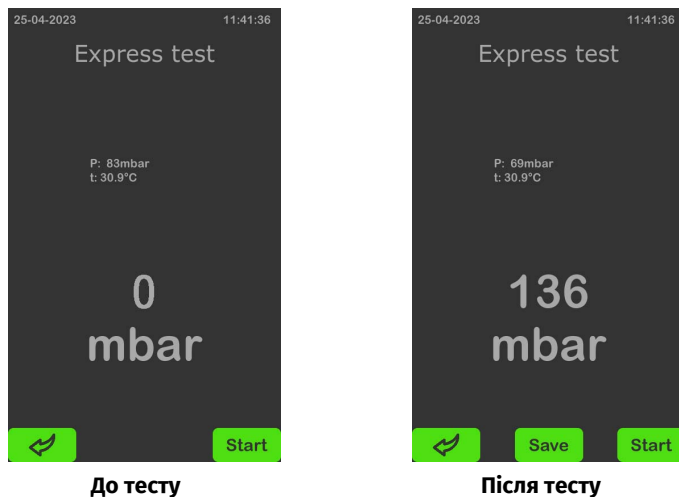
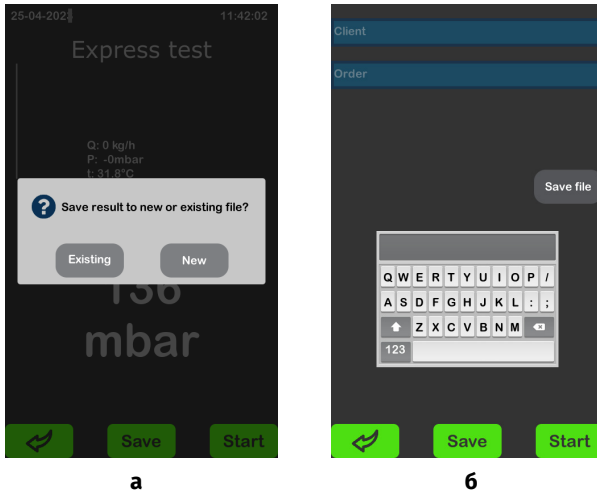

Рисунок 31
Рисунок 32
- У вікні, що відкрилося, натисніть кнопку **"Start"** рис. 31.
- Після завершення процесу діагностики на екрані буде відображено результат вимірювань, який необхідно зберегти. Для збереження результатів діагностики натисніть на кнопку **"Save"** (див. рис. 31). Вам буде запропоновано два варіанти збереження результату див. рис. 32а:
- "New"** – новий результат, якщо це перша діагностика фільтра, слід вказати дані: Ім'я клієнта і номер замовлення, а потім натиснути кнопку **"Save file"** див. рис. 32б.